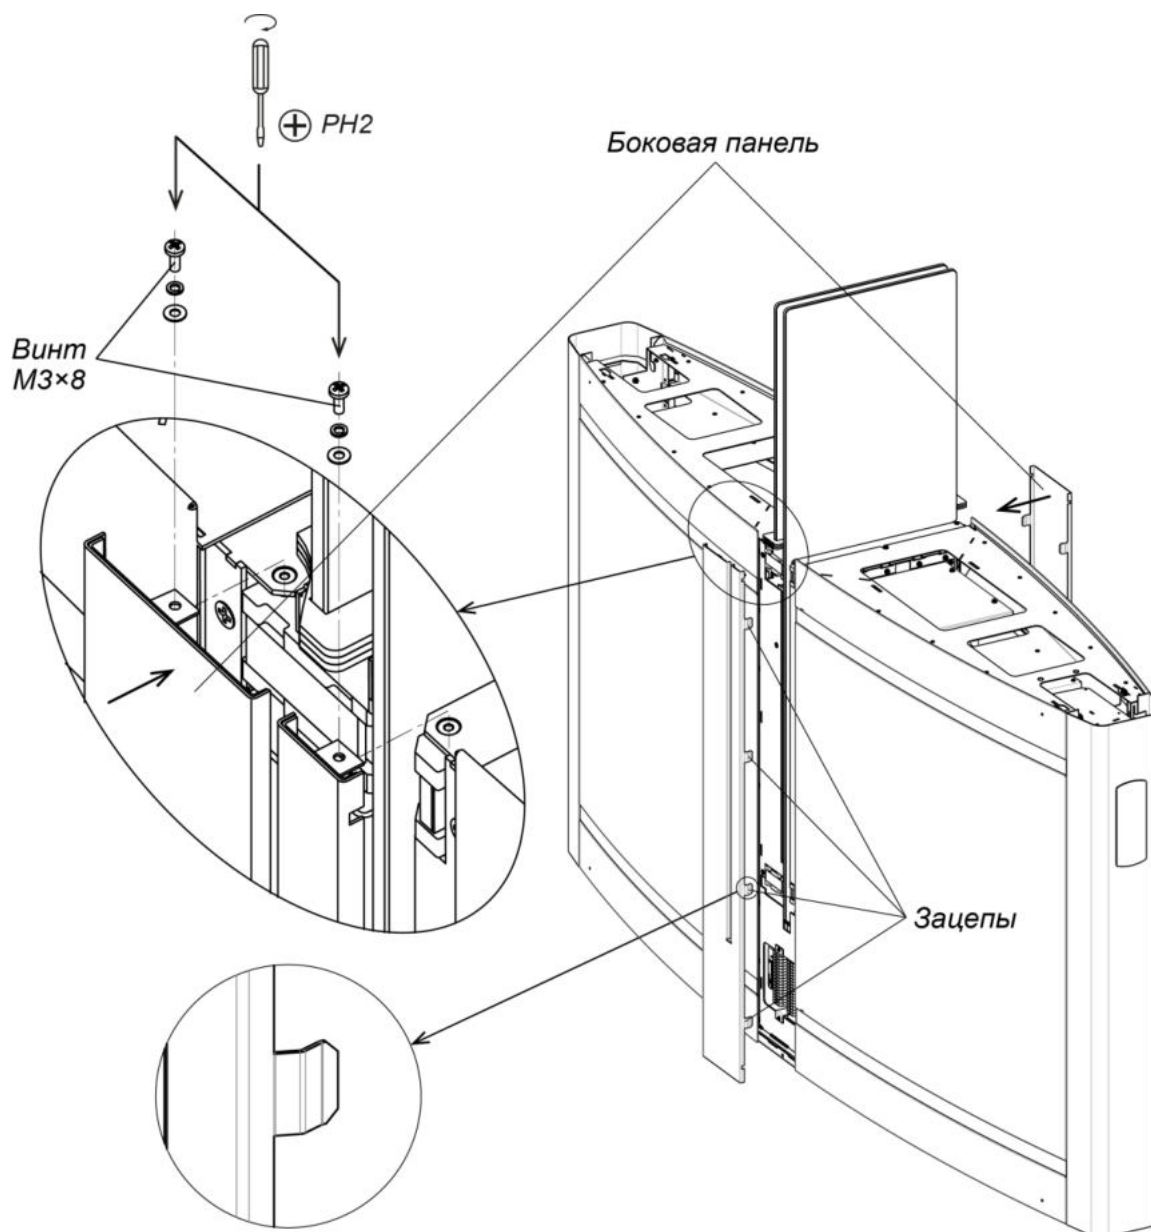

Рисунок 25. Установка боковых панелей
- Вставьте боковые панели (6) (см. разд. 8.7.7, рис. 25).
Боковые панели крепятся на секции при помощи пружинных зацепов; внутренняя панель, кроме того, сверху дополнительно прикручивается к корпусу двумя винтами М3×8 с шайбами (при поставке вкручены по месту установки, см. рис. 25). Сориентируйте пружинные зацепы на панели в соответствующие пазы в корпусе секции и аккуратно вставьте панель на место до упора. Проверьте по всему периметру панели, до конца ли вошли зацепы в пазы.